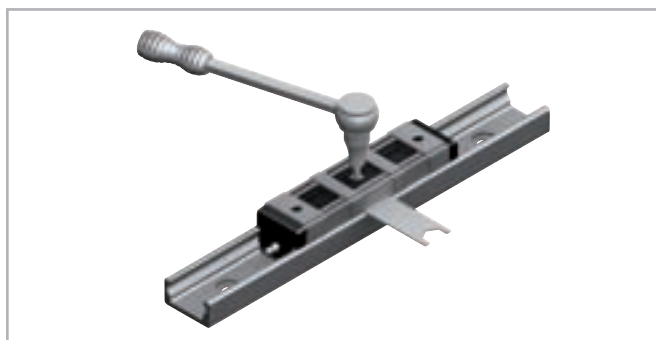

Fig. 98
(7) Mientras se mantiene el rodamiento en la posición correcta con la llave de regulación, apretar con cuidado el tornillo de anclaje. Posteriormente se controlará el par de apriete exacto (véase Fig. 98 y tab. 42).
(8) Mover el cursor en la guía y controlar la precarga a lo largo de toda la longitud de la guía. Se debe deslizar fácilmente y el cursor no debe tener ningún tipo de juego en ninguna parte de la guía.
(9) Para los cursores con más de 3 rodamientos, repetir este proceso para cada rodamiento excéntrico. Iniciar siempre con el rodamiento a regular. Asegurarse de que todos los rodamientos tengan un contacto uniforme con las pistas.
(10) Ahora apretar los tornillos de anclaje con el par de apriete específico de los indicados en la tabla manteniendo la posición angular del perno con la llave plana. Una rosca especial presente en el rodamiento garantiza la posición establecida.
(11) Montar el rascador de los cursores CSW y CDW y garantizar una lubricación apropiada de las pistas de rodadura.